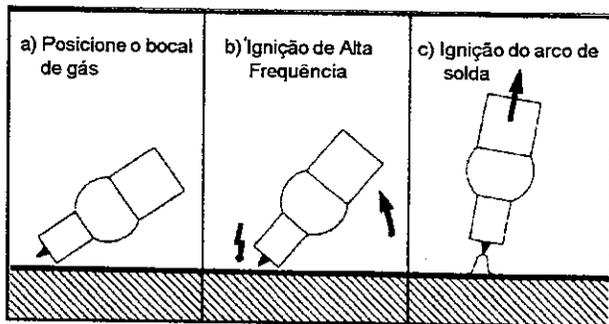

Fig. 23 - Ignição com alta frequência.
- Assegure-se de que a corrente de soldagem está desligada. Posicione o eletrodo na peça, no lugar onde o arco deve ser aberto. Incline o eletrodo para trás até a borda do bico de gás encostar na peça, deixando uma distância de aproximadamente 2 a 3 mm entre a ponta do eletrodo e a peça a ser soldada (Fig. 23-a).
- Feche o seu visor da máscara de solda (Fig. 23-b).